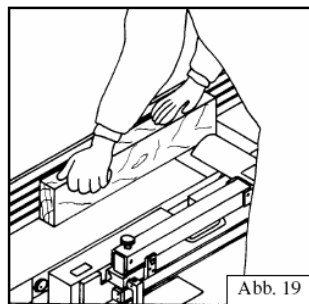

Abb. 19
- ⇓ Lors de la sortie du pièce de la machine la paume de la main droite doit aussi être couchée sur le pièce. (Fig. 19).